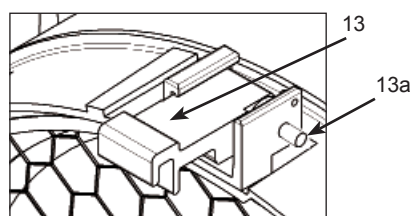

Abb. 5 / figure 5
- Stift (13a, Abb. 5) seitlich eindrücken, Torsicherung (13) klappt nach oben.
- Push the hinge pin (13a, fig. 5), the top latch (13) flips open.